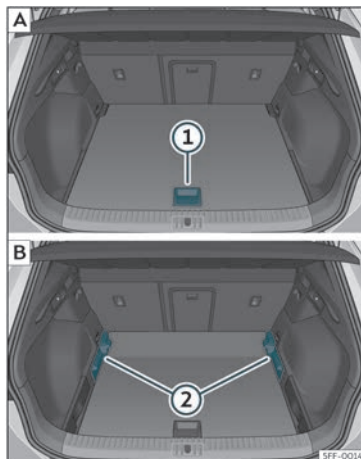

Fig. 109 Piso variável da bagageira: **A** posição alta; **B** posição baixa.
- Para passar da posição baixa para a alta, levante o piso pela pega»» **Fig. 109 ①**, puxe-o para trás até que a parte dianteira do piso baixe totalmente os suportes»» **Fig. 109 ②**.
- Desloque o piso sobre estes para a frente até que chegue ao limite no encosto dos bancos traseiros e, de seguida, baixe o piso com a peça **①**.
- Para passar da posição alta para a baixa, levante o piso pela pega»» **Fig. 109 ①**, puxe-o para trás até que a parte dianteira do piso baixe totalmente os suportes»» **Fig. 109 ②**.
- Deixe cair a parte anterior contra o piso e empurre o piso para a frente até que atinja o limite no encosto dos bancos traseiros, baixando ao mesmo tempo o piso com a pega **①**.
- Com o piso variável na posição alta, levante pela pega»» Fig. 109 ①, puxe-o e empurre para o encosto dos bancos traseiros até que o piso dobre pela linha da dobradiça e a parte móvel do piso assente sobre o mesmo.